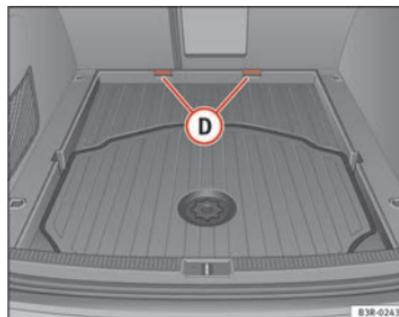

Abb. 125 Vergrößerter Ladeboden
- Ziehen Sie den kompletten Ladeboden aus den Halterungen **(D)** ⇒ Seite 154, Abb. 125 in Richtung Fahrzeugheck.